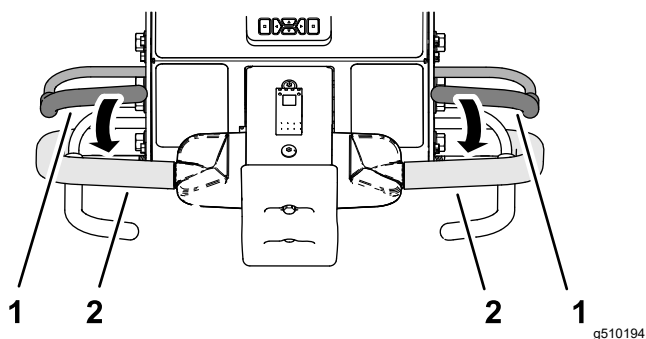

图 93
3. 握住左侧或右侧手把和操作员到位把手图 93 将把手向手柄挤靠。